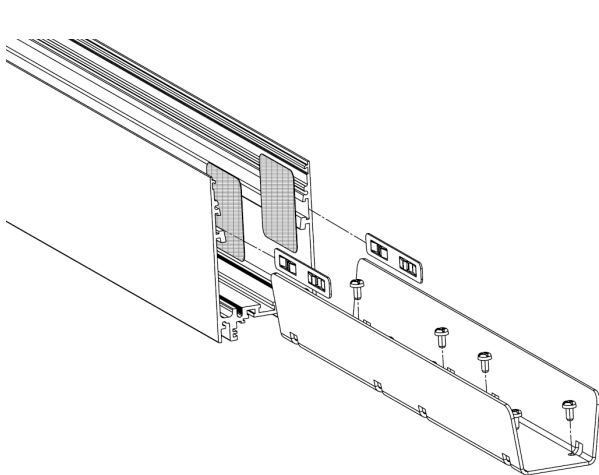

Рис.1
3. Установите скобу соединительную 350мм– 1 шт, Пластину-фиксатор– 2 шт в пазы светильника, как показано на Рис. 1 в соединяемый корпус. Соедините корпуса таким образом, чтобы соединительные пластины попали в соответствующие пазы ответного корпуса. Разместите пластины симметрично относительно стыка двух корпусов. Подтяните скобу установочными винтами к корпусам светильников